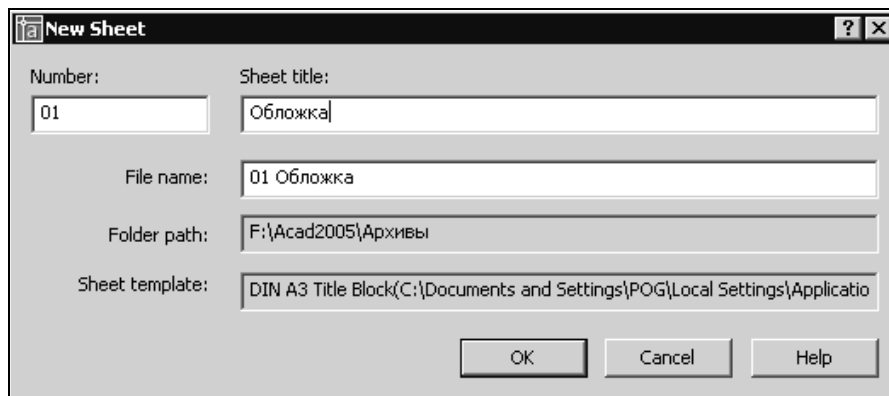

Рис. 20.17. Диалоговое окно для ввода номера листа и ее наименования
- В диалоговом окне **New Sheet** (Новый лист) введите номер и название листа (рис. 20.17). После щелчка на кнопке **ОК** закроется это диалоговое окно, а в диспетчере подшивки появится новый лист, который AutoCAD расположит последним в списке.